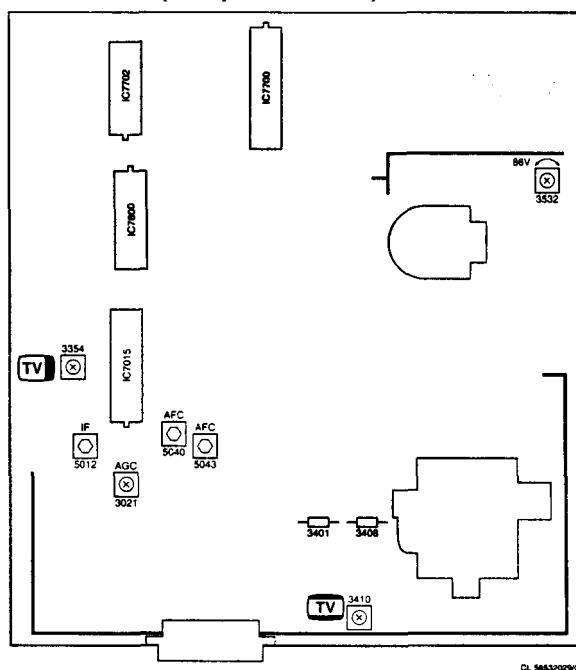

Fig. 7.1
1. Einstellungen auf der Haupt-Leiterplatte (Abb. 7.1)